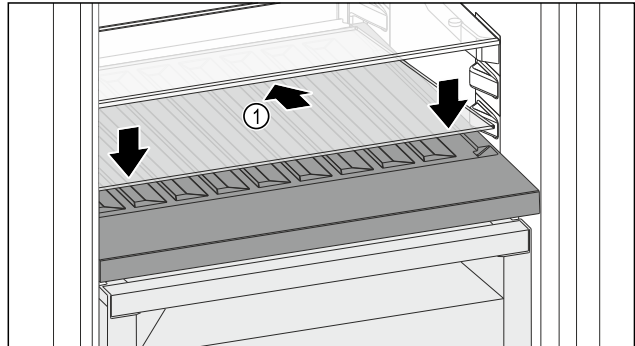

Fig. 176
- ▶ Вставте скляну полицю Fig. 176 (1) під кутом, нахиливши назад і донизу.
- ▶ Опустіть скляну полицю Fig. 176 (1) вперед.